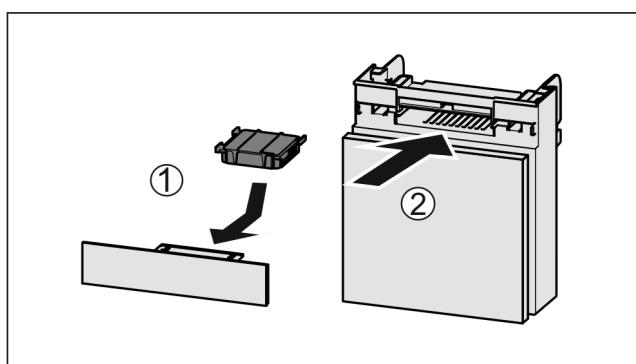

Fig. 88
- Установите фильтр с активированным углем, как показано на рисунке Fig. 88 (1).
- Вставьте отделение Fig. 88 (2).